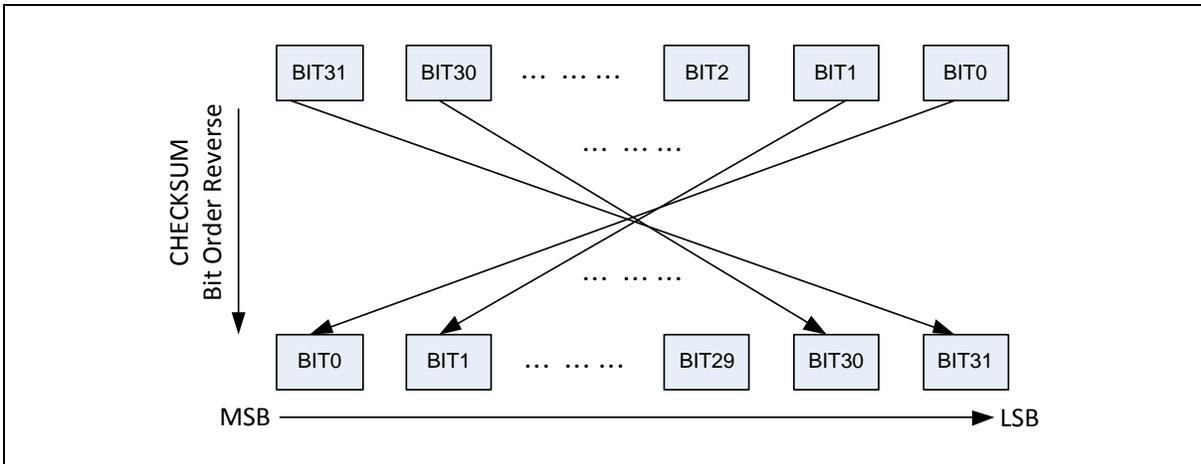

图 6.23-2 校验和位反转功能框图
- 设置CHKSREV (CRC\_CTL[25]) 配置CRC校验和位顺序反转，功能框图请参考图 6.23-2 图 6.23-2校验和位反转功能框图